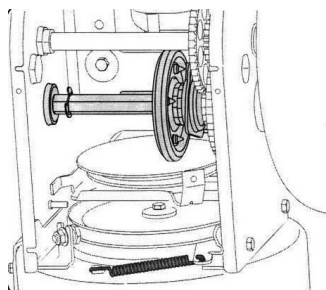

Рисунок 31
2. Нанесите тонкий слой всепогодной универсальной консистентной смазки на шестигранный вал. См. Рисунок 31.